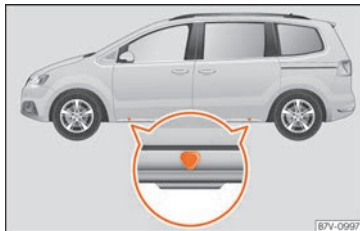

Abb. 47 Aufnahmepunkte für den Wagenheber.
- Suchen Sie am Längsträger die Markierung des Aufnahmepunktes für den Wagenheber (Eindrückung), die dem zu wechselnden Rad am nächsten liegt » » **Abb. 47**.